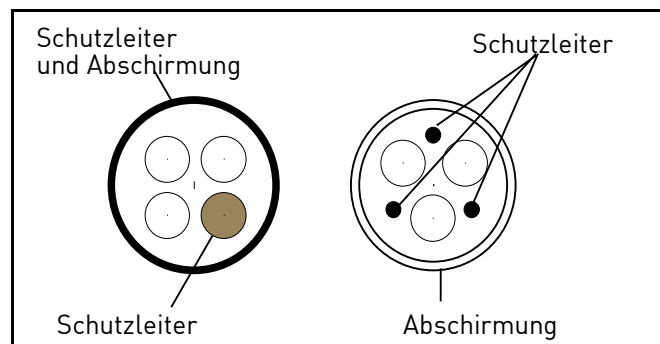

Abbildung 16. Beispiel mit dreiphasigem Kabel.
- 2 = Symmetrisches Leistungskabel mit konzentrischem Schutzleiter für spezifische Netzspannung. (MCMK o. Ä. empfohlen). Siehe Abbildung 16.
- 3 = Symmetrisches Leistungskabel mit kompakter niederohmiger Abschirmung für spezifische Netzspannung. [MCCMK, EMCMK o. Ä. empfohlen; empfohlene Übertragungsimpedanz der Kabel (1–30 MHz) max. 100 mOhm/m]. Siehe Abbildung 16.